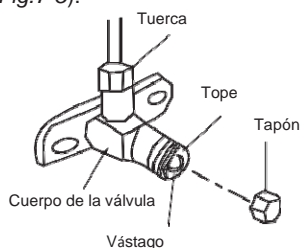

Fig.7-5
- Todas las válvulas de cierre deben estar abiertas antes de la prueba de funcionamiento. Cada aire acondicionado tiene dos válvulas de cierre de tamaños diferentes, el lado de la unidad exterior que funciona como válvula de cierre de baja (vea la Fig.7-5).